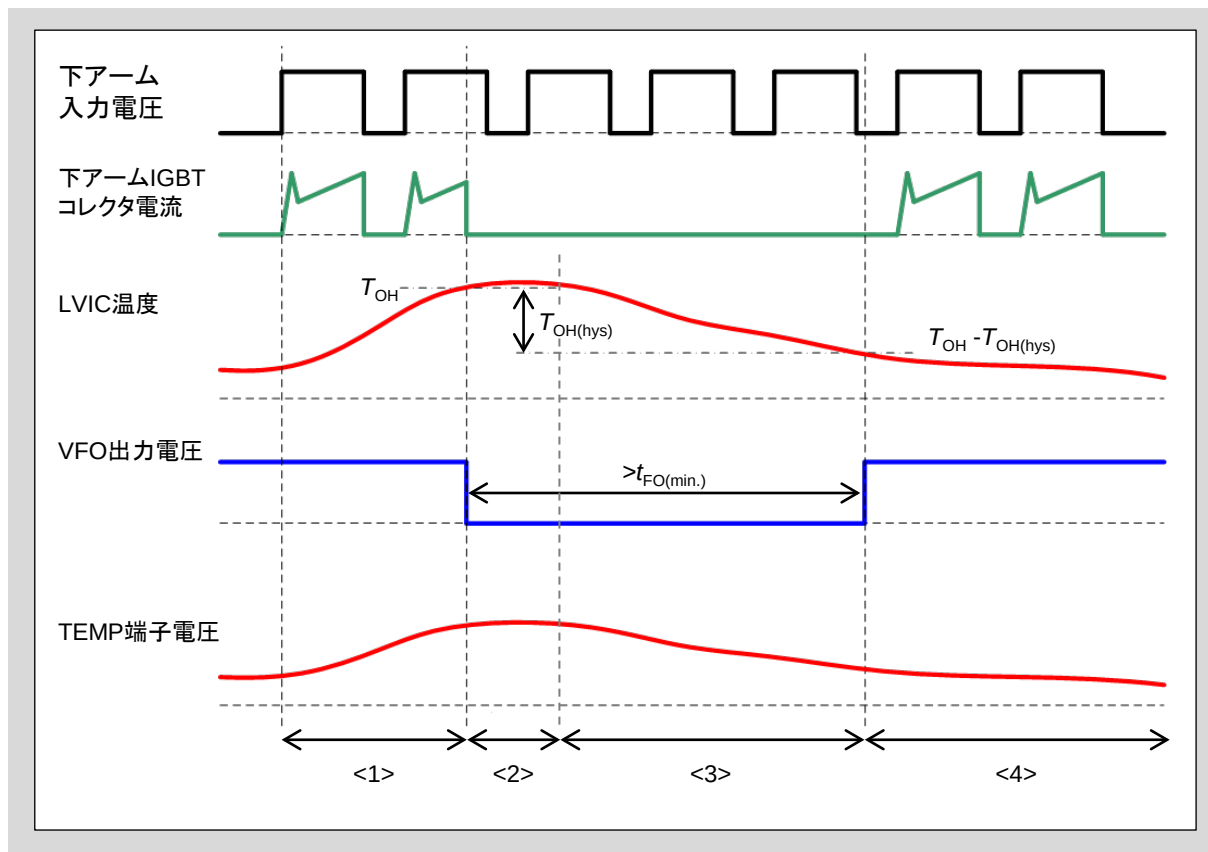

図3-27 過熱保護動作シーケンス
- 図3-27に示すようにLVICのジャンクション温度が T_{OH} を上回った場合、本製品の下アームIGBTは全相シャットダウンします。LVICのジャンクション温度が $T_{OH}-T_{OH(hys)}$ を下回った場合、過熱保護状態はリセットされます。